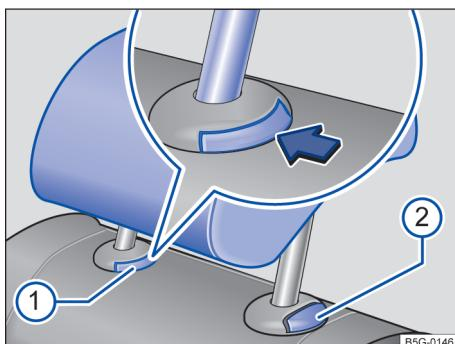

Fig. 84 Apoio para cabeça traseiro: desinstalar.
- Pressione o botão → Fig. 84 ① da guia do apoio para cabeça.
- Ao mesmo tempo, pressione o botão ② enquanto uma segunda pessoa extraia o apoio para cabeça completamente.